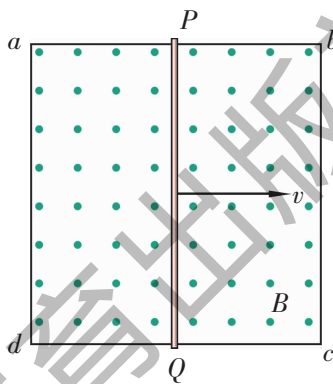

图 1-5-16
4. 有一正方形框  $abcd$ , 各边长  $L$ , 其中  $ab$  是一段电阻为  $R$  的均匀电阻丝, 其余三边均为电阻可忽略的铜线. 磁场的磁感应强度为  $B$ , 方向垂直纸面向外. 现有一与  $ab$  段所用材料、粗细、长度都相同的电阻丝  $PQ$  置于导线框上, 如图 1-5-16 所示, 以恒定速度  $v$  从  $ad$  边滑向  $bc$  边, 当  $PQ$  滑过  $ab$  边的中点时, 通过  $aP$  段电阻丝的电流是多大? 方向如何?